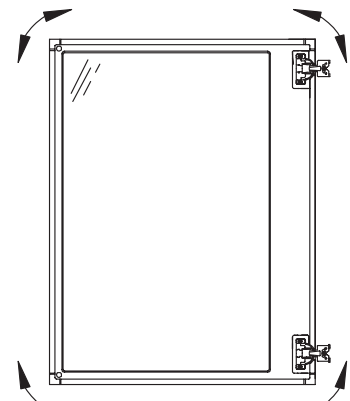

Fig. 13 图13
- B. These screws allow you to plumb the door as shown in Fig. 13.
- B. 这些螺丝松开可将门作如图 13 所示的左右的位置调整。